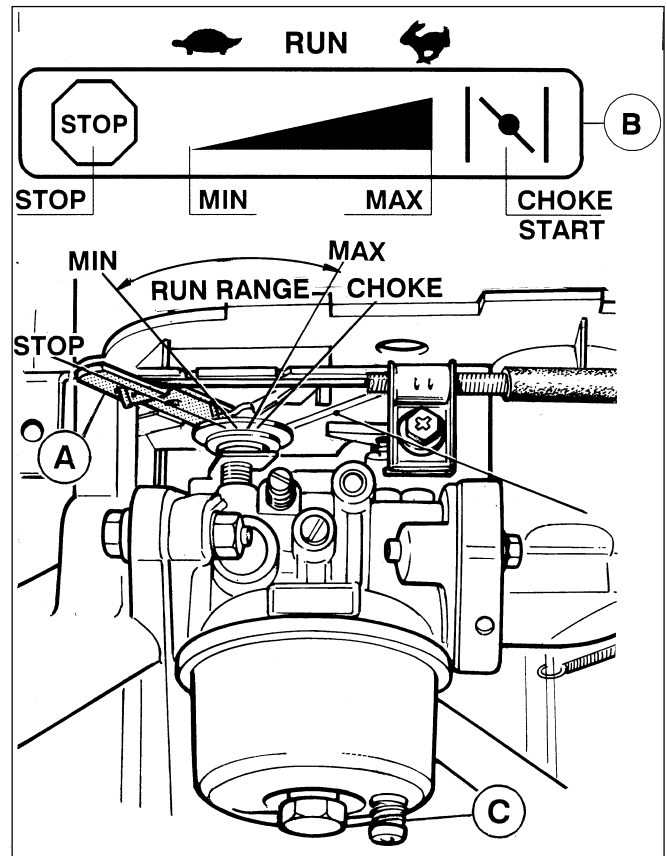

Fig. 2
- Amener le levier de commande du moteur (fig. 2) ou la commande à distance de la machine (fig. 2) en position CHOKE ou START.
**NOTA** - à chaud un moteur part généralement sans CHOKE. Amener le levier de commande sur le moteur (fig. 2) ou la commande à distance sur la machine (fig. 2) sur la position MAX et répéter les opérations B, C et D.